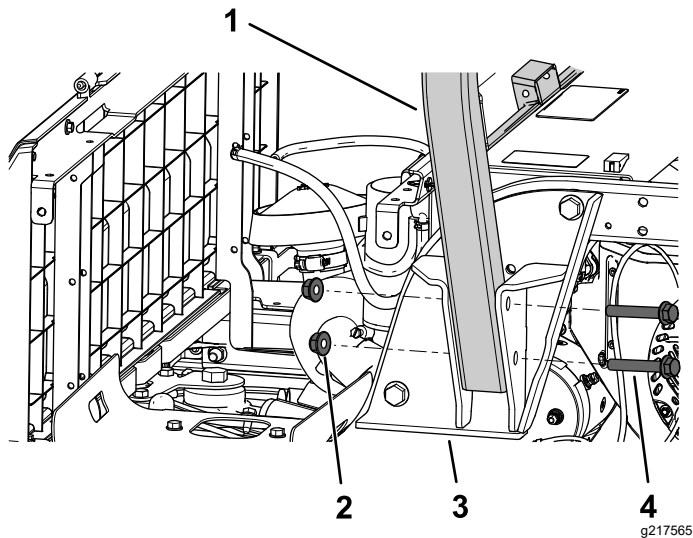

Рисунок 26
1. Прикрепите одну сторону защитной дуги к кронштейну ROPS с помощью 2 болтов с фланцевыми головками ($\frac{1}{2}$ x 3 $\frac{1}{2}$ дюйма) и 2 контргайк ($\frac{1}{2}$ дюйма), как показано на Рисунок 26.